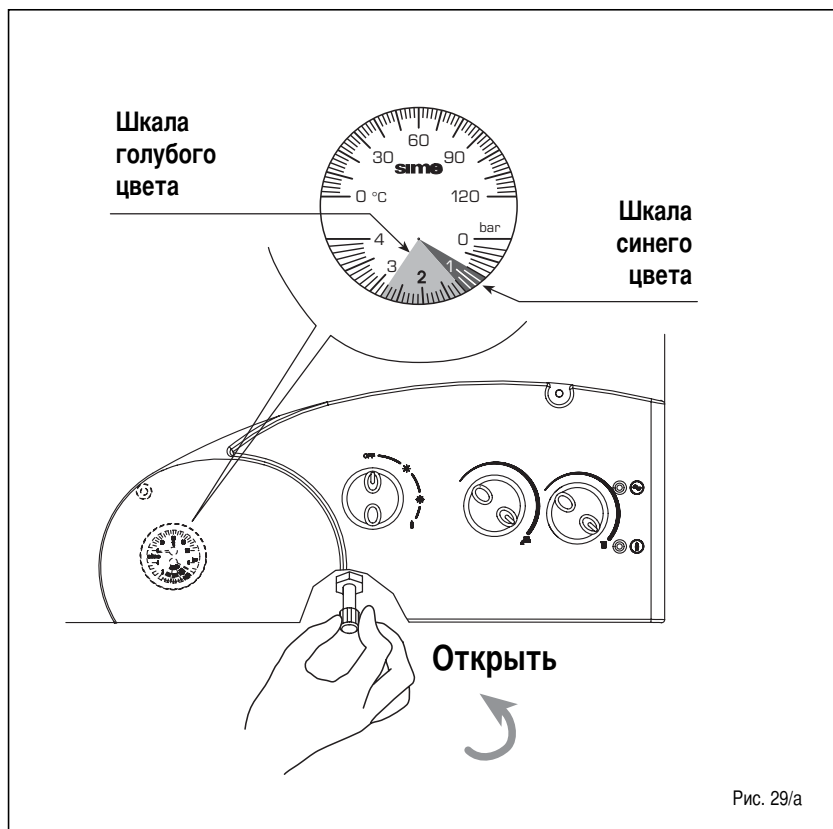

Рис. 29/а
– Другие неисправности (Рис. 29/б)